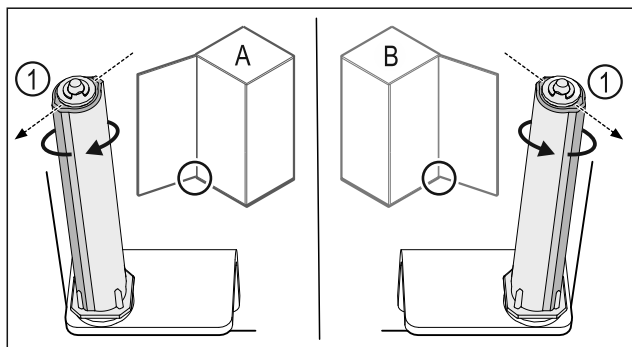

Fig. 53 Feste på venstre side (A) / feste på høyre side (B)
- ▶ Drei lukkesystemet mot motstanden til rillen på lukkesystemet Fig. 53 (1) peker utover.